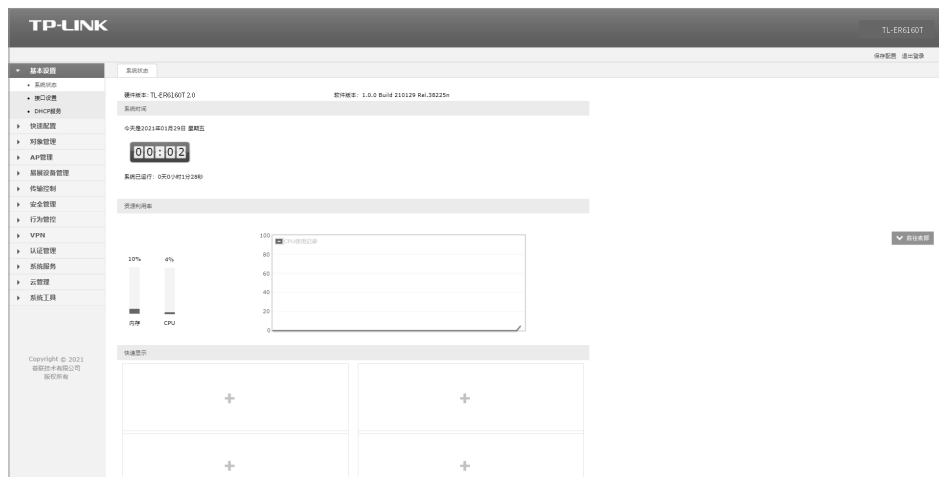

图4-3 路由器管理界面首页
5. 经过上述步骤即可成功登录路由器管理界面, 如图4-3所示。点击左上角的本公司的商标, 可以访问本公司主页 (<http://www.tp-link.com.cn>) ; 点击页面左侧的主菜单栏即可进行相应功能的设置。